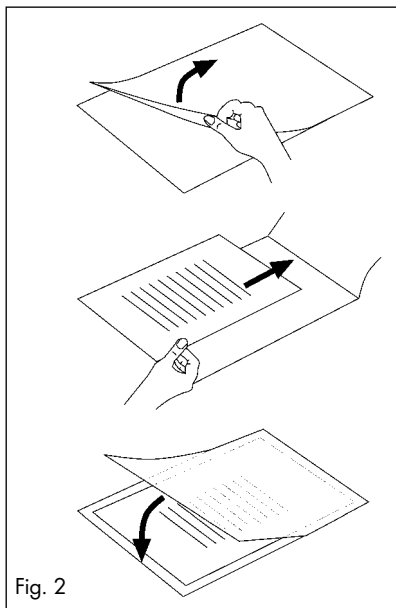

Fig. 2
- ▶  Veillez à utiliser un seul film pour la plastification. Commencez d'abord par l'ouvrir, comme indiqué par exemple sur la fig. 2.